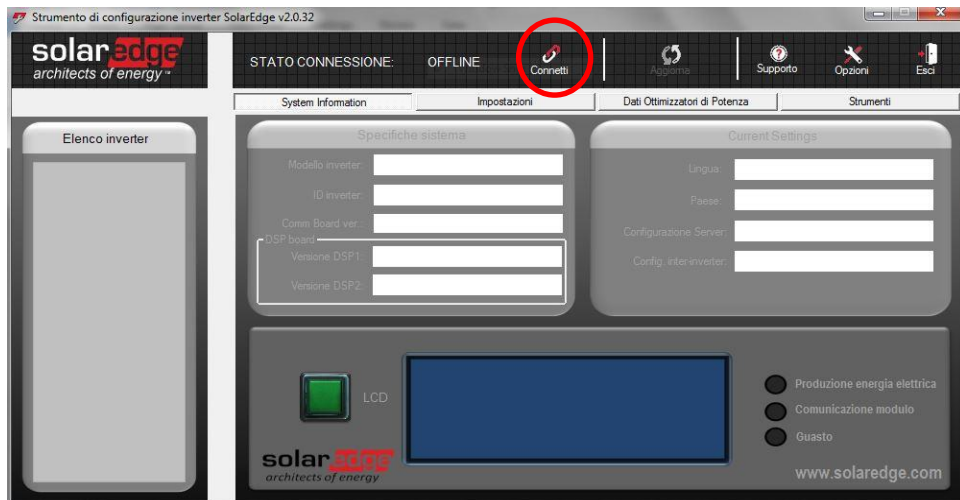

Figura 5
- 3** Nel caso in cui la finestra **Connetti al dispositivo** non comparisse, cliccare sull'icona **Connetti** sulla barra superiore del programma, icona evidenziata dal cerchio rosso nella Figura 5: